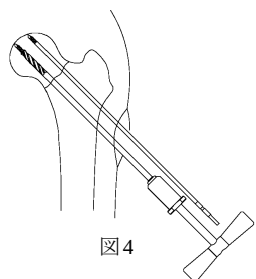
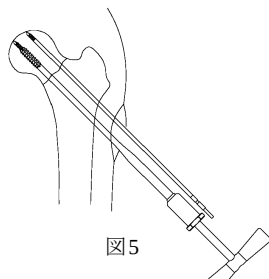

図4
図5
- 3) 骨質が硬い場合は、6.5CCS ドリルによる穴あけ後(図4)、6.5CCS タップにてプレタップを行います。(図5) 後端にはTハンドルが接続されます。